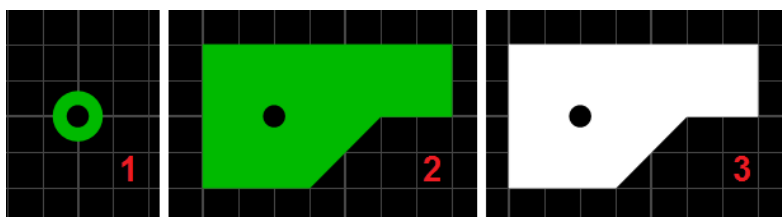

Рис. 34. Создание контакта произвольной формы
Формы контактных площадок не ограничиваются этим списком – их можно сделать любой формы (рис. 34). Для этого необходимо разместить обычный контакт (1), а вокруг него нарисовать площадку нужной формы (2). Причем следует не забывать о маске – необходимо вручную открыть от нее весь контакт (3) (о маске см. далее).